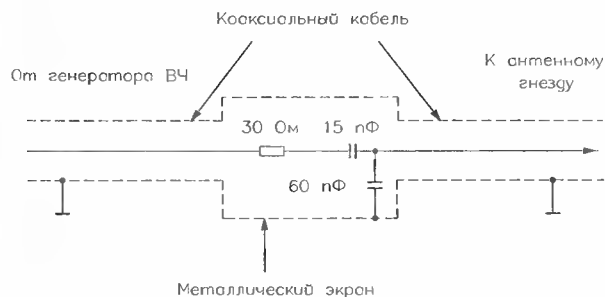

Рис. 1.14. Схема подключения высокочастотного генератора с амплитудной модуляцией
1. Подключить к антенному входу автомагнитолы высокочастотный генератор с амплитудной модуляцией по схеме, приведенной на рис. 1.14.